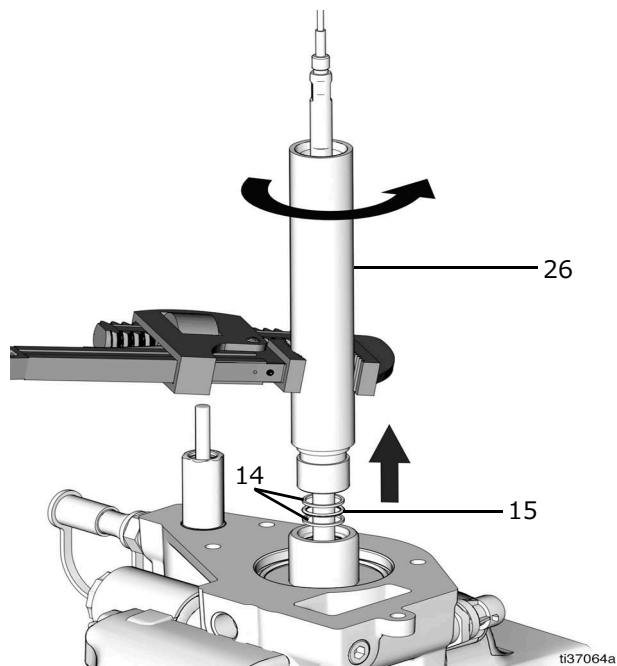

図 45
28. 上部のハウジングからエクステンションチューブ (26) を緩めて取り外します。2 つのバックアップリング (14) および O リング (15) を取り外します (図 45)。